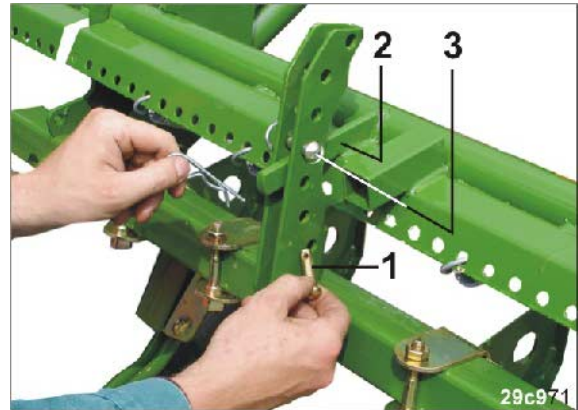

Fig. 176
3. Sæt bolten (Fig. 176/1) i en boring under grebet (Fig. 176/2), og sørg for at sikre den med en fjedersplit.
3. Sæt den anden bolt (Fig. 176/3) i en boring over grebet (Fig. 176/2), og sørg for at sikre den med en fjedersplit.